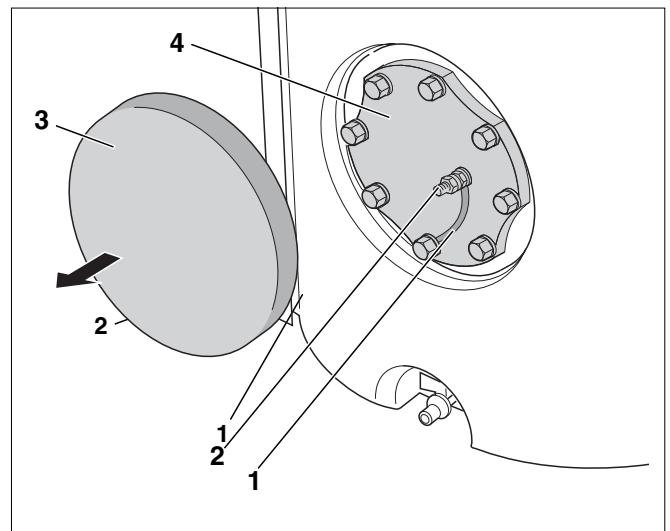

Fig. 11 Vérifier le raccordement de l'anode au magnésium
- Retirer le disque d'isolation thermique (fig. 11, **pos. 3**) devant la trappe de visite (fig. 11, **pos. 4**).
- Vérifier si le câble de mise à la terre (fig. 11, **pos. 1**) de l'anode au magnésium (fig. 11, **pos. 2**) est raccordé.